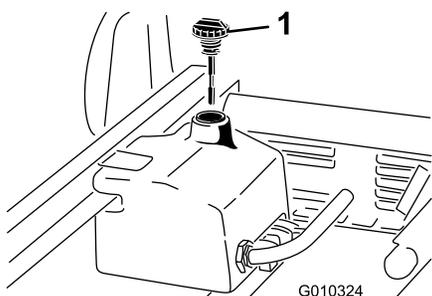

Рисунок 72
4. Очистите зону вокруг заливной горловины и крышки гидравлического бака (Рисунок 72).
6. Извлеките масломерный щуп (Рисунок 72) из заливной горловины и протрите его чистой ветошью.